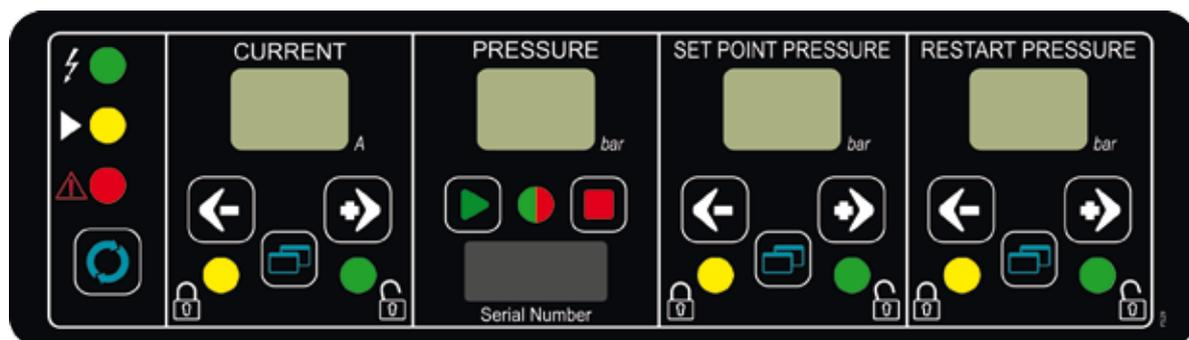

Fig. 1
Visualisation instantanée de l'ensemble des informations nécessaires au fonctionnement (pression de consigne, intensité...).(Fig. 1).
- En cas d'anomalie de fonctionnement, l'appareil arrête la pompe, le témoin rouge clignotant « Failure » s'allume et le code correspondant apparaît sur l'écran « CURRENT » (fig.1).
Après échec de la dernière tentative, l'appareil restera définitivement en alarme (« failure » témoin rouge clignotant, fig.1) dans l'attente d'être réarmé manuellement en appuyant sur le bouton rouge « restart » (fig.1).
**L'utilisateur peut dans tous les cas et à tout moment réarmer l'appareil en pressant la touche « Restart » (fig.1).**